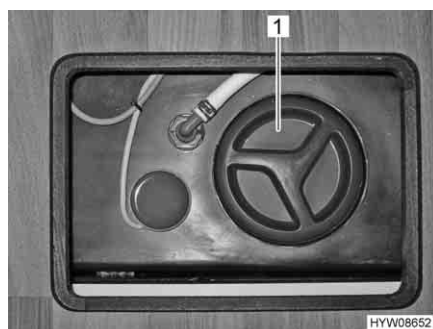

Fig. 101 Apertura per la pulizia sul serbatoio delle acque grigie
- A questo scopo aprire l'apertura per la pulizia (Fig. 101,1) per il serbatoio delle acque grigie e il rubinetto di scarico.